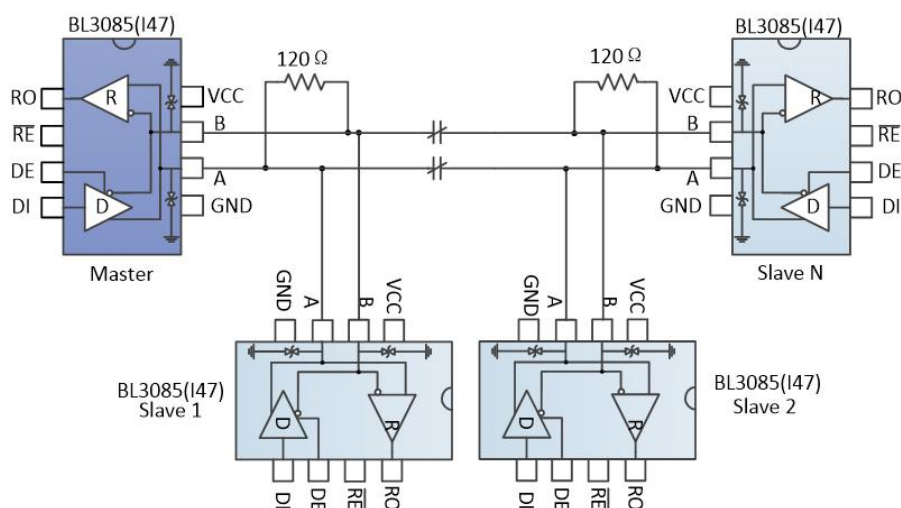

图 9 总线式 RS485 半双工通讯网络
4.1 总线式组网：BL3085(I47) RS485 收发器设计用于多点总线传输线上的双向数据通信。图 9 显示了典型网络应用电路。这些器件也能用作电缆长于 4000 英尺的线性转发器，为减小反射，应当在传输线两端以其特性阻抗进行终端匹配，主干线以外的分支连线长度应尽可能短。